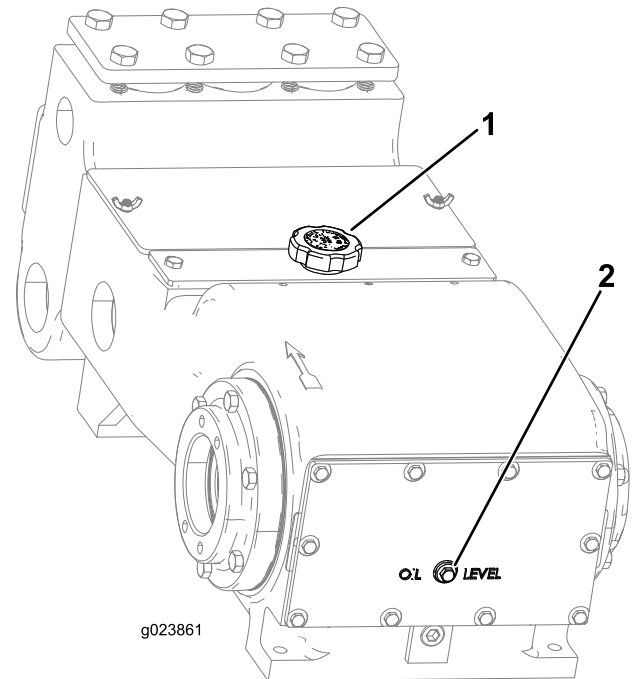
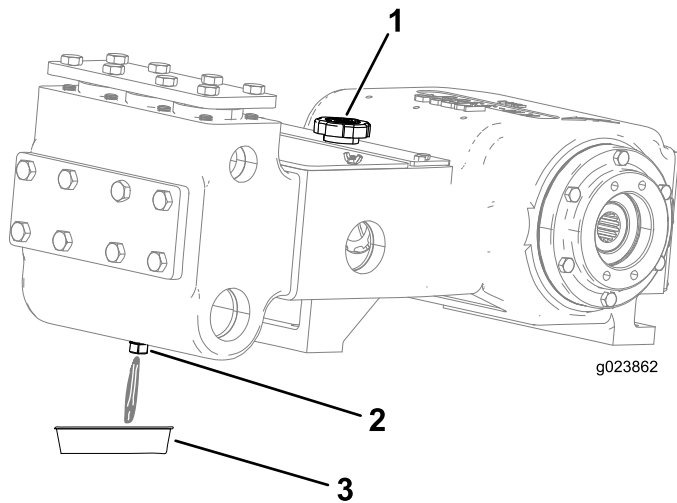

Figura 154
Figura 155
2. Retire el tapón de nivel de aceite del cárter (Figura 154).
3. Asegúrese de que el nivel de aceite llega a la línea de llenado de aceite (Figura 154).
4. Retire el tapón de vaciado y coloque un recipiente debajo del orificio del tapón de vaciado (Figura 155).
6. Deje que se drene el aceite del tapón de vaciado en el recipiente (Figura 155).
8. Retire el tapón de llenado de aceite (Figura 155) y añada aproximadamente 1.8 litros (1.9 cuartos de galón US) de aceite, o hasta que el aceite llegue al nivel del tapón de nivel de aceite, según se muestra en Figura 154.